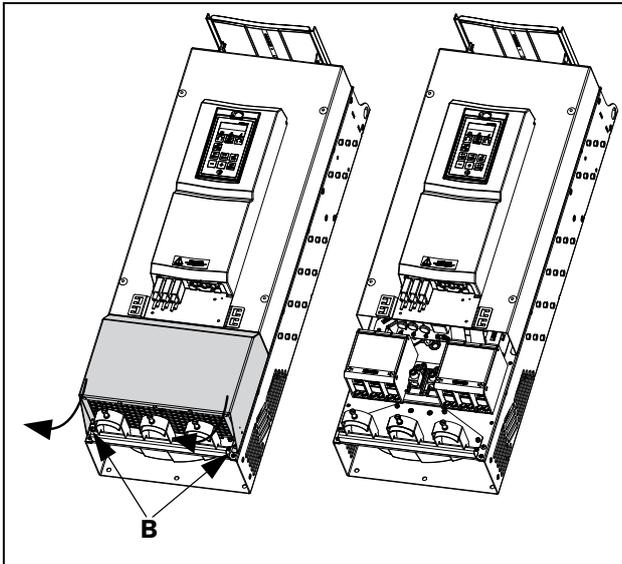

Fig. 23 Afloje los dos tornillos y retire la cubierta inferior (esquema)
- Afloje los dos tornillos B (consulte Fig. 23).